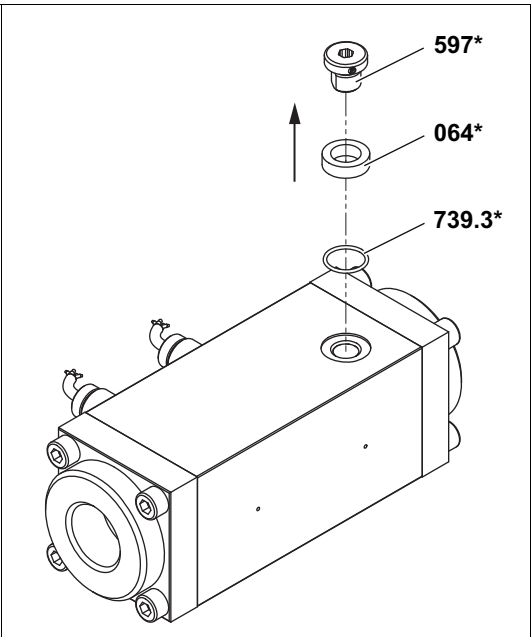

Fig. 1 Retirada del tornillo de cierre
1. Retire el tornillo de cierre **597***, véase Fig. 1, página 12.